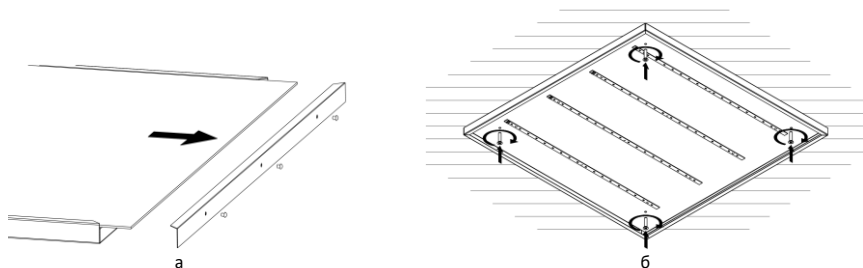

Рисунок 11 — Накладной монтаж светильника Geniled серии Офис, ЛПО.
6.1. Накладной монтаж. Установка светильника Geniled на ровную поверхность накладным способом. Для светильников Geniled серии Офис, ЛПО. См. Рисунок 11.
6.1.1. При помощи тонкой отвертки либо другого подходящего подручного инструмента аккуратно извлеките три пластиковые заклепки из съемной боковой крышки. Снимите крышку и извлеките рассеиватель (Рисунок 11, а).
- 6.2.1. При помощи тонкой отвертки либо другого подходящего подручного инструмента аккуратно извлеките три пластиковые заклепки из съемной боковой крышки. Снимите крышку и извлеките рассеиватель (Рисунок 11, а).